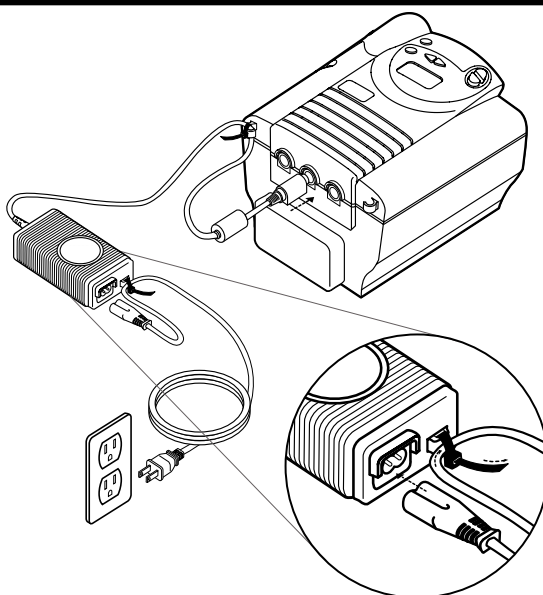

Figura 5-3 Uso de una fuente de alimentación externa
**ADVERTENCIA:** para un uso correcto, la fuente externa de alimentación de CA **debe** colocarse derecha, sobre la base, tal como se ilustra en la figura 5-3.